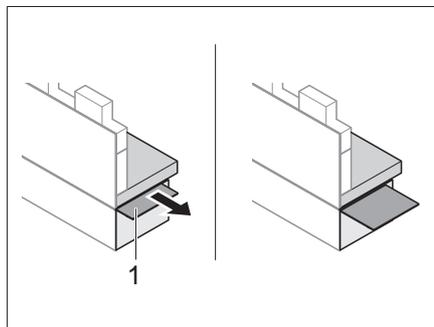

Bild 145 Sitzbankverlängerung ausfahren
- Sitzbankverlängerung (Bild 145,1) ausfahren.